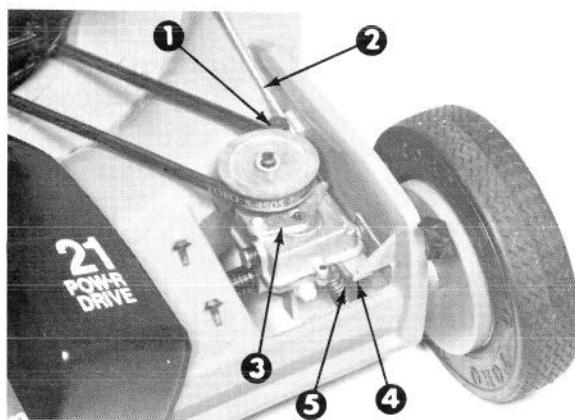

Figure 33
3. Desserrez la vis de retenue du câble jusqu'à ce que le câble puisse glisser librement (Fig. 33).
5. Poussez le bras de commande aussi loin que possible vers l'arrière et maintenez-le en place. Tirez le câble de commande et le fil vers l'arrière pour rattraper tout le jeu, puis rebloquez le câble en resserrant la vis de retenue (Fig. 33).
7. Ramenez la commande des gaz vers l'arrière pour faire tourner le moteur au ralenti. Ajustez la vis de réglage de ralenti (Fig. 33) jusqu'à ce que le moteur tourne au ralenti à 1750 tr/mn.